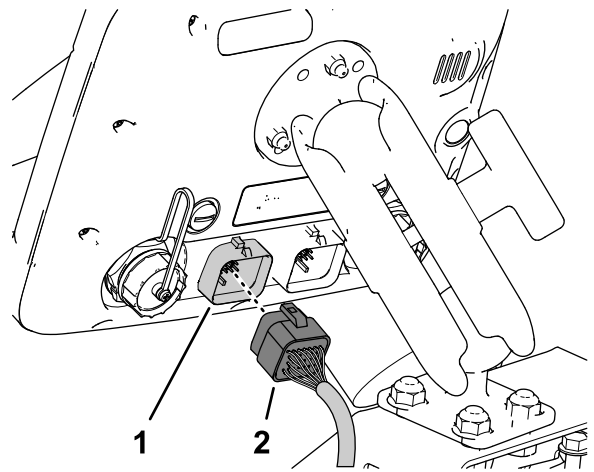

Figura 208
3. Alinhe o conector de 26 tomadas da cablagem dos dados com o conector de 26 pinos do monitor de pulverização e pressione o conector da tomada para o conector do pino até o trinco do conector ficar bem preso (**Figura 208**).